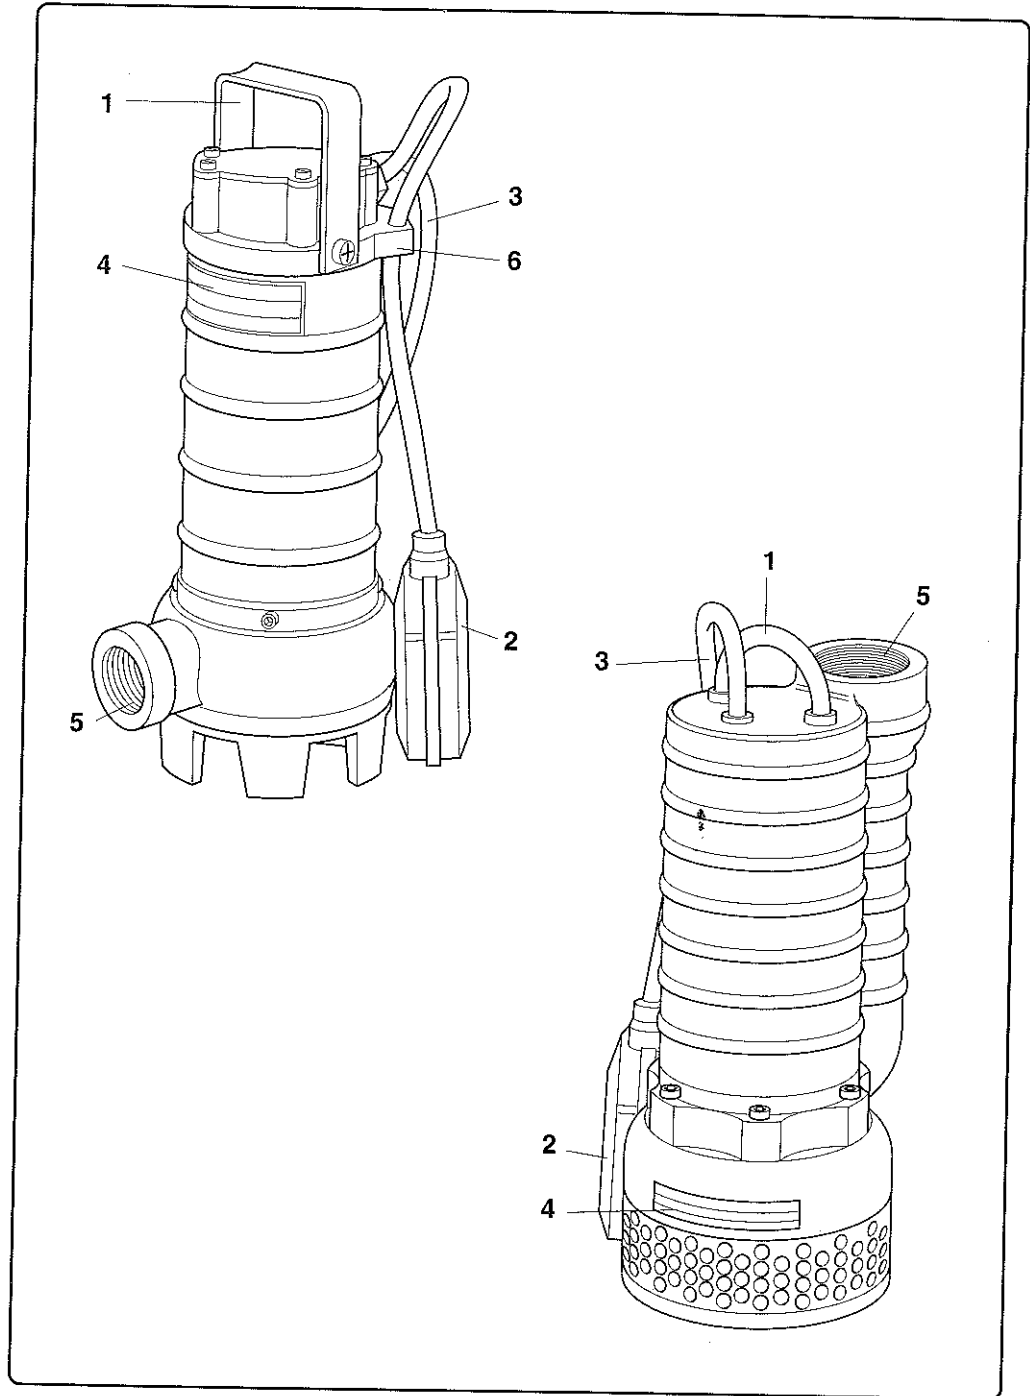

Fig. 1
(Fig. 1)
La bomba se entrega, dotada de cable de alimentación, en cajas de cartón robustas adecuadas al transporte y al almacenamiento. Es aconsejable, en caso de almacenamiento, no superar una pila de 4 unidades. Eventuales desplazamientos, con la bomba desembalada, se deben de efectuar sólo mediante la empuñadura para el transporte (1 Fig. 1).
- La electrobomba se transporta sólo mediante la empuñadura (1 Fig. 1). Nunca mediante el cable de alimentación o el flotador.
El tubo que se conectará a la boca de envío (5 Fig. 1) deberá de poseer una sección no inferior a la de dicha boca. Para evitar eventuales retornos de líquido del colector, es aconsejable instalar después del envío de la bomba, una válvula de no retorno.
La bomba puede estar dotada o no de flotador. Si está dotada de flotador y se instala dentro de un pocito, éste debe de ser de 800x800 mm. mínimo. Además, es posible modificar el momento de arranque y parada de la bomba aumentando o disminuyendo la longitud del cable del flotador moviendo el cable de la sede de fijación (6 Fig. 1). Si la bomba se utiliza para vaciar cubas y/o superficies muy grandes, es necesario colocarla en pocitos de encauzamiento agua (cuya temperatura no debe de superar los 35 C) asegurando una completa inmersión.